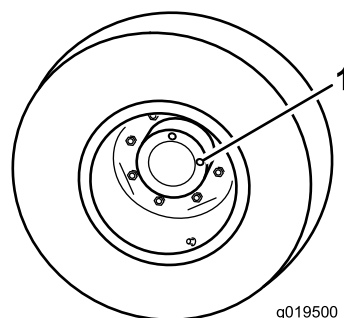

**Figure 42**
bouchon de contrôle (Figure 42) soit à la position 12 heures et l'autre à la position 3 heures.
1. Bouchon de contrôle/vidange (2)
2. Retirez le bouchon qui est à la position 3 heures (Figure 42). Le niveau d'huile doit atteindre le bas de l'orifice de contrôle.